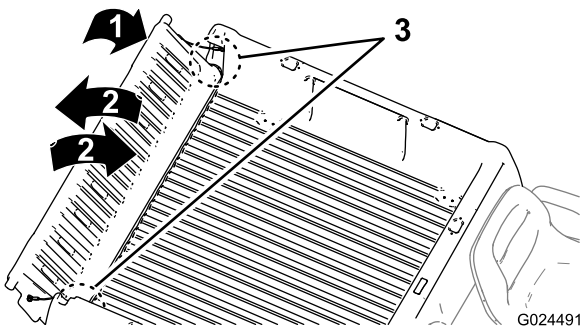

Bild 14
- B. Drehen Sie die Heckklappe auf eine ungefähre Stellung von 45° (Bild 14).
- C. Drehen Sie die Heckklappe mehrmals mit kurzen, schüttelnden Bewegungen (Bild 14).